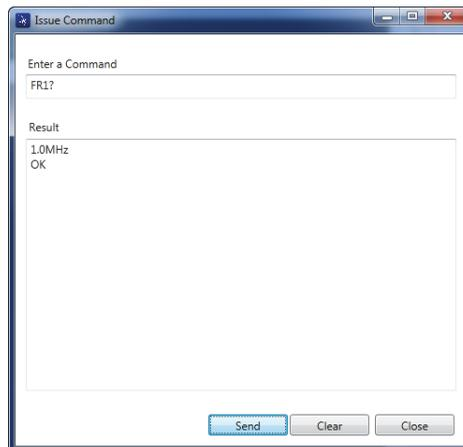

Abbildung 7-13 Dialogfeld Issue Command
Das Dialogfeld **Issue Command** wird eingeblendet (siehe Abbildung 7-13 auf Seite 197).
2. Im Dialogfeld **Issue Command** geben Sie einen Befehl ein (siehe Abbildung 7-13 auf Seite 197).
3. Im Dialogfeld **Issue Command** klicken Sie auf **Send** (siehe Abbildung 7-13 auf Seite 197).